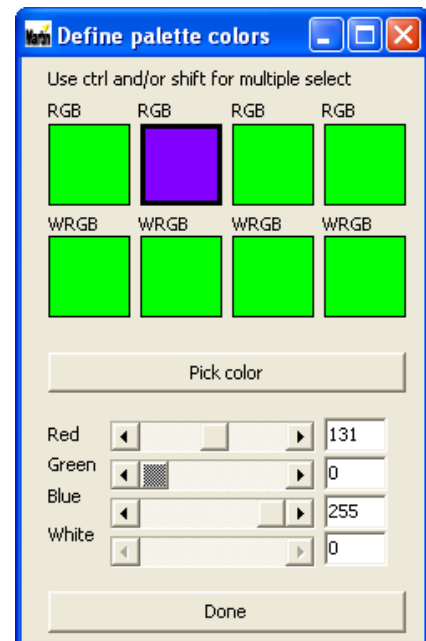

Figura 10: Modificación de la apariencia de una escena
- Observar la Figura 10. Seleccionar uno de los grupos de luminarias a editar seleccionando el recuadro correspondiente (en la Figura 10 aparece seleccionado el Grupo B). Utilizar las teclas de **Ctrl** y/o **Shift** para seleccionar más de un grupo.
- Observar la Figura 10. Seleccionar el color seleccionando **“Pick color”** para que aparezca la ventana tipo Windows de paleta de colores o ajustar el color mediante los “sliders” de cada uno de los colores.